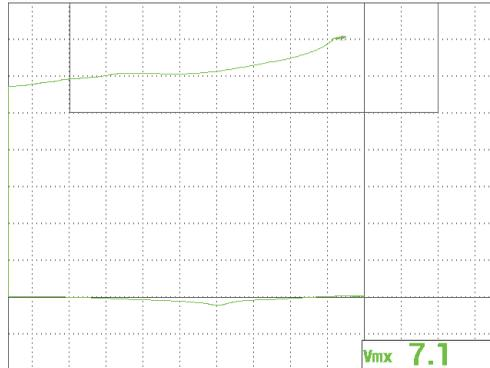

Рис. 5-27 Отображение сигнала в полноэкранном режиме
8. Нажмите клавишу **FREEZE** (❄️), чтобы разморозить экран, затем нажмите клавишу **FULL NEXT** (➡️) для переключения в полноэкранный режим (см. Рис. 5-27 на стр. 154).